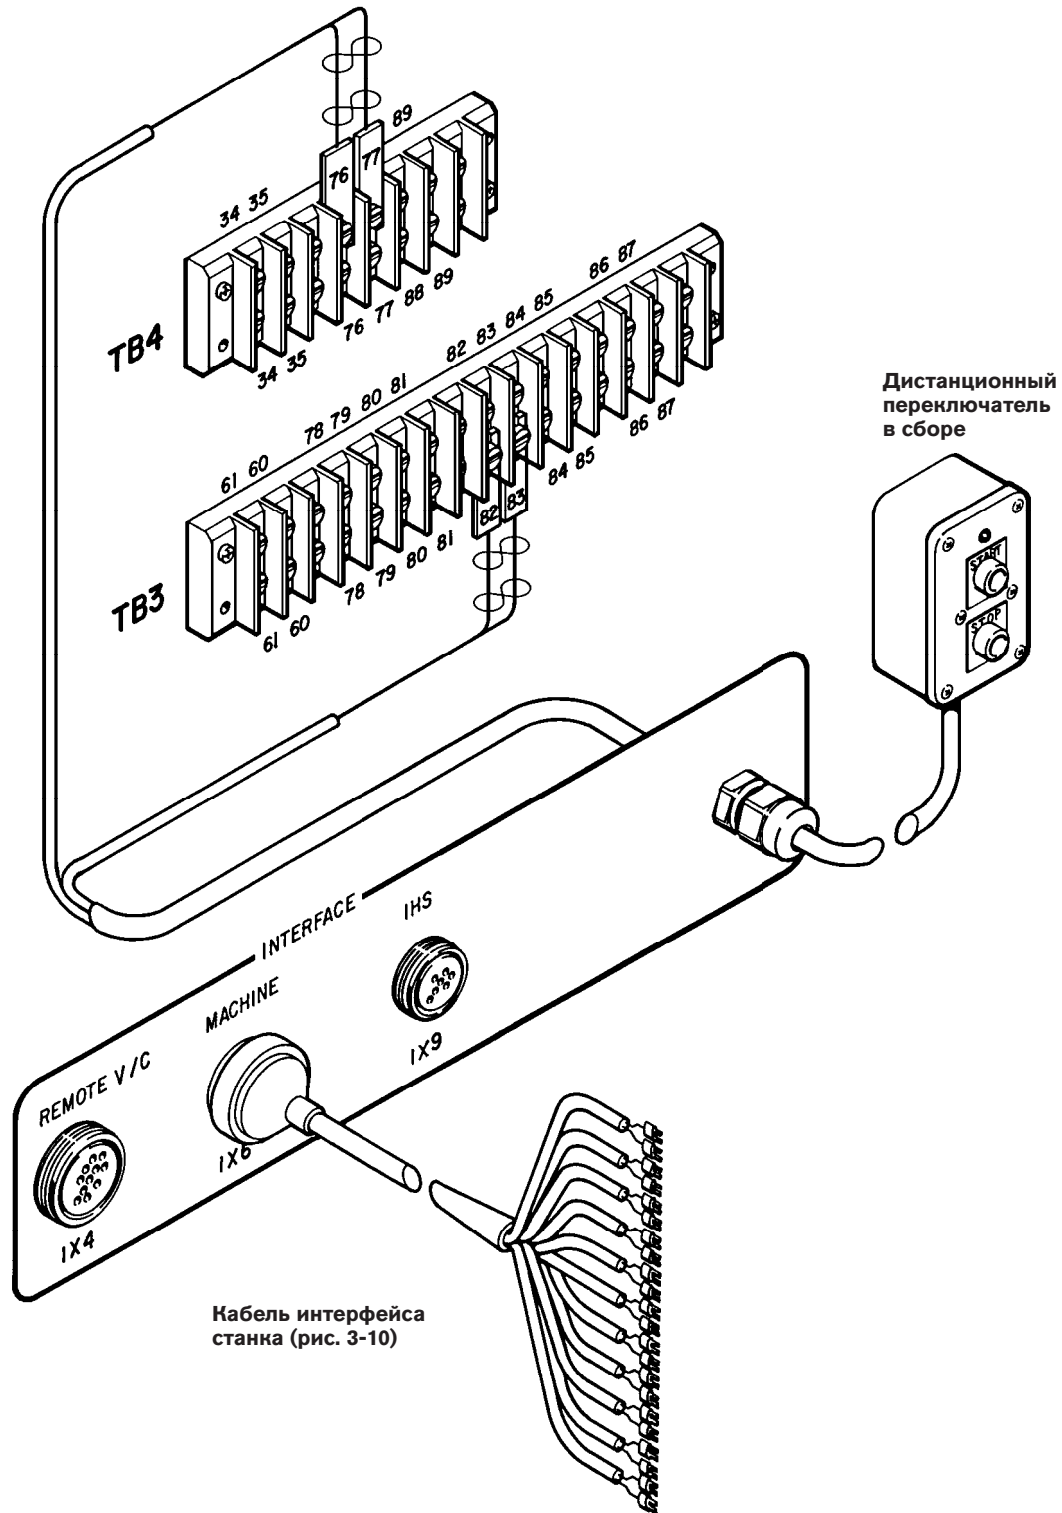

Рис. 3-9. Схема межэлементных соединений механизированного резака без THC
Для установки МАХ200 без ТНС необходимо подсоединить МАХ200 к станку резки и подсоединить дистанционный выключатель. На рис. 3-9 представлена схема необходимых соединений.
2. Пропустите кабель дистанционного выключателя через отверстие в задней панели источника тока. Разместите клеммные колодки ТВ3 и ТВ4 с внутренней стороны задней панели, справа. Порядок подсоединения пар кабелей дистанционного выключателя (см. рис. 3-9).